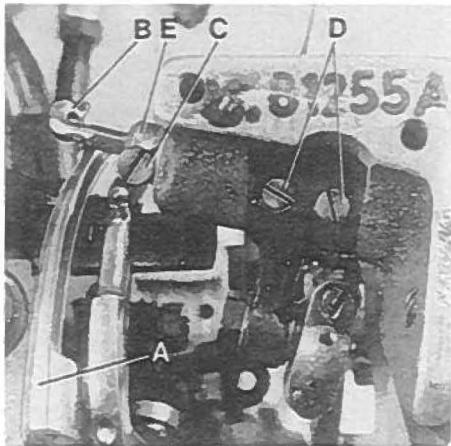

Fig.11
Viewed from the left end of the machine the thread retainer (B, Fig. 11) should pass as close as possible on the left side of lower looper (A) when swinging upward without contacting it.
Vom linken Ende der Maschine aus gesehen soll der Fädenhalter (B, Fig. 11) bei seinem Schwenk nach oben, so dicht wie möglich an der linken Seite des Untergreifers (A) vorbeigehen, ohne diesen zu berühren.
After loosening screw (C, Fig. 11) the thread retainer (B) can be moved to the left or right. Retighten screw on the flat of the thread retainer shank.
Nach lösen der Schraube (C, Fig. 11) kann der Fadenholer (B) nach links oder rechts verschoben werden. Ziehen Sie die Schraube wieder auf der Befestigungsfläche des Fadenholerschaftes an.